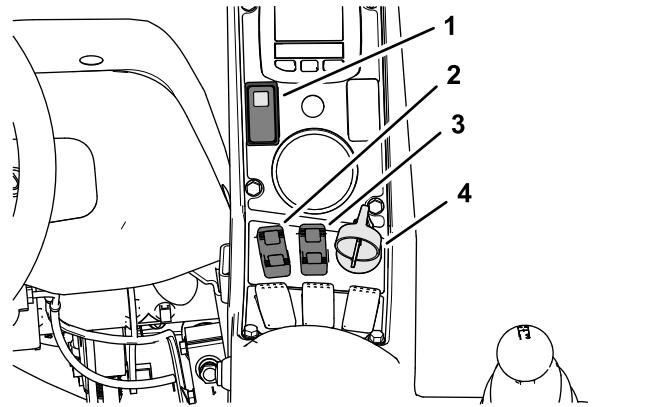
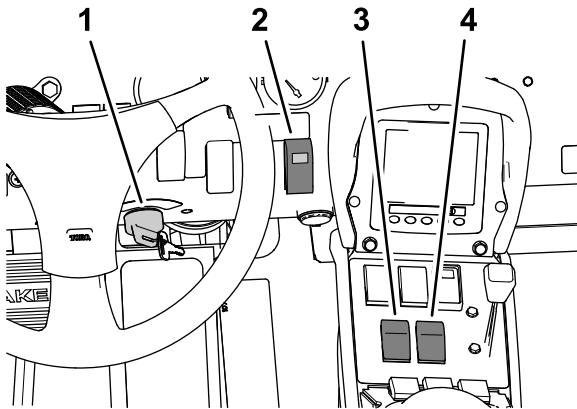
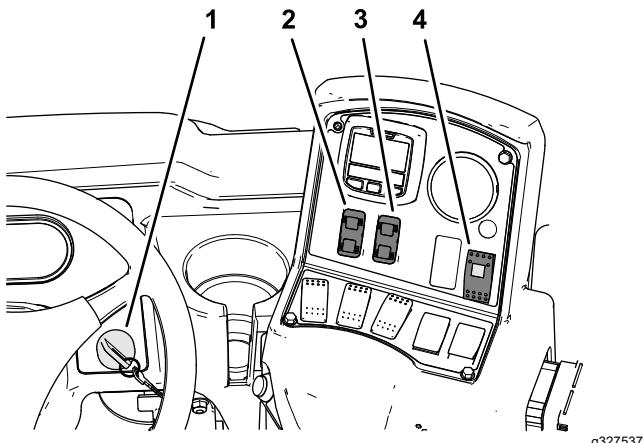

Bild 43
Bild 44
Bild 45
Hinweis: Die Sonic Boom-Anzeigelampe (Bild 43, Bild 44 oder Bild 45) am Sonic Boom-Schalter leuchtet auf und zeigt den Status des Sonic Boom-Systems wie folgt an:
1. Stellen Sie den Sonic-Boom-Schalter (Bild 43, Bild 44 oder Bild 45) in die EIN-Stellung.
2. Senken Sie den Ausleger mit dem Schalter für den Auslegerhub (Bild 43, Bild 44 oder Bild 45) auf den gewünschten Abstand zum Boden ab.
Hinweis: Sie können den automatischen Betrieb der Ausleger vorübergehend mit den Schaltern für den Auslegerhub (Bild 43, Bild 44 oder Bild 45) übersteuern, um einen oder beide Ausleger anzuheben oder abzusenken.
4. Um den Automatikmodus wieder aufzunehmen, drücken Sie den/die Schalter für den Auslegerhub kurz in die ABSSENKEN-Stellung (Bild 43, Bild 44 oder Bild 45), damit die Sonic-Boom-Steuerung die Höhe der Auslegerspitze in der gewünschten Entfernung vom Boden positionieren kann.
1. Drücken Sie den Sonic-Boom-Schalter (Bild 43, Bild 44 oder Bild 45) in die Aus-Stellung.
2. Verwenden Sie die linken und rechten Schalter des Auslegerhubs, um die Höhe der äußeren Ausleger anzupassen (Bild 43, Bild 44 oder Bild 45).